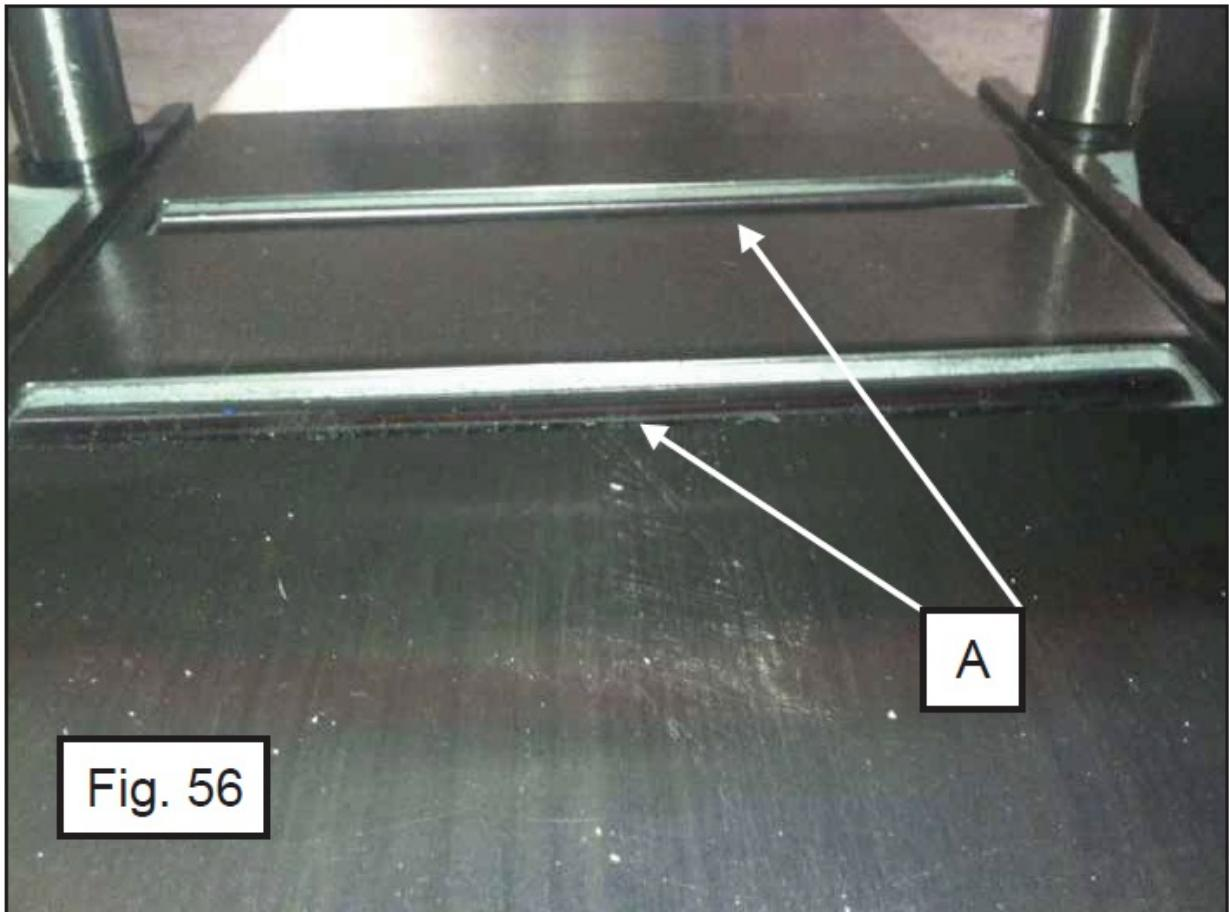

Рис. 56
Рейсмусовый станок снабжён двумя роликами (A) стола, рис. 56, которые обеспечивают подачу заготовки, при этом уменьшая трение. Так как каждый сорт древесины ведёт себя по-разному, точные размеры надлежащей настройки по высоте отсутствуют. В общем случае, при строгании шероховатой заготовки следует устанавливать ролики следует высоко, на 0,08 мм...0,13 мм выше поверхности стола. При строгании отделанной заготовки ролики стола следует устанавливать низко, т.е. на 0,03 мм над поверхностью стола или уровня поверхности стола. Ролики стола на рейсмусовом станке настроены для среднего режима строгания и параллельно поверхности стола.